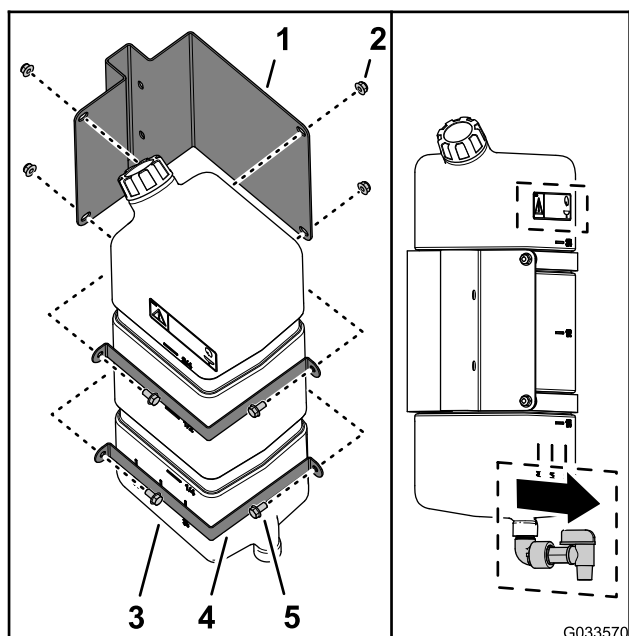

Рисунок 45
1. Прикрепите бак пресной воды к узлу крепления с помощью 2 монтажных скоб, 4 болтов с фланцевыми головками (5/16 x 5/8 дюйма) и 4 фланцевых контргаек (5/16 дюйма), как показано на Рисунок 45.